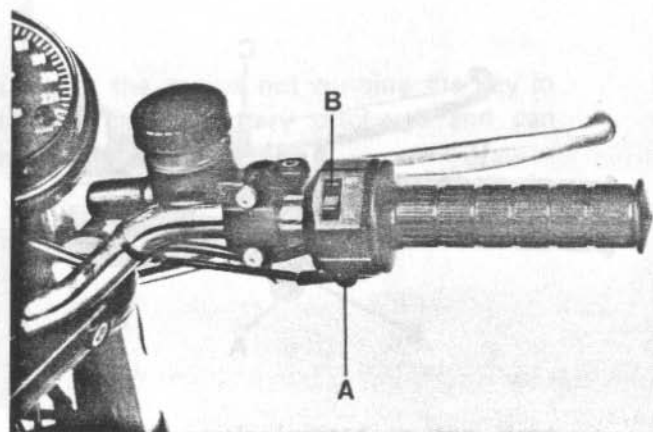

Fig. 2
I comandi elettrici situati nel dispositivo destro del manubrio (Fig. 2) sono:
The electrical controls located in the right switch cluster are (Fig. 2):
2. Verifica l'OFF: il pannello di comando 2 è in posizione OFF (Fig. 2).
2. Verify OFF: the key can be removed (Fig. 2).